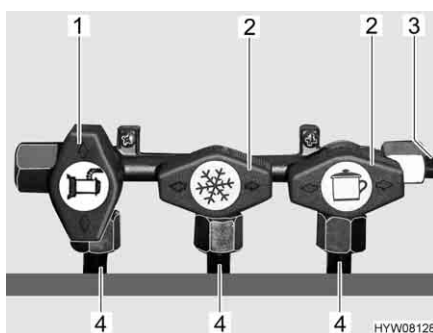

Fig. 71 Posizione rubinetti di arresto del gas
- Apertura:** ■ Posizionare il rubinetto di arresto del gas dell'apparecchio a gas corrispondente parallelamente (Fig. 71,1) alla tubatura (Fig. 71,4) che alimenta l'apparecchio a gas.
- Chiusura:** ■ Posizionare il rubinetto di arresto del gas dell'apparecchio a gas corrispondente trasversalmente (Fig. 71,2) alla tubatura (Fig. 71,4) che alimenta l'apparecchio a gas.